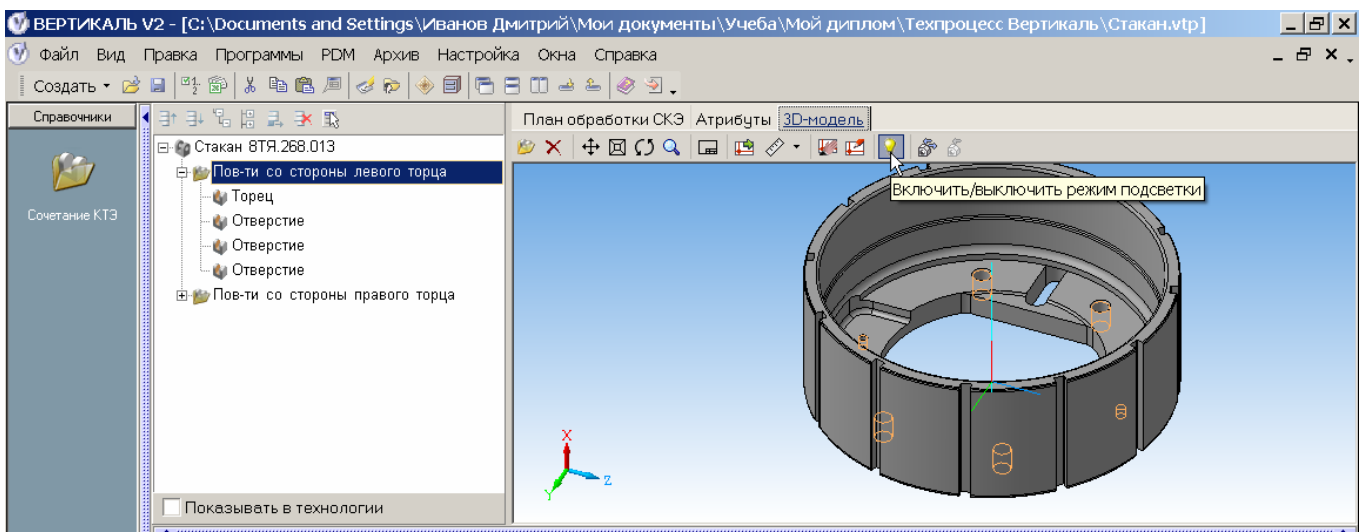

Рисунок 78 – Включение режима отображения связей
2.12.16 Для более наглядного представления о том какой элемент ТП обеспечивает обработку какой поверхности, то есть как бы проецирования техпроцесса на геометрию детали произведем настройку связей между элементами дерева КТЭ и 3D-модели. Для этого включаем режим отображения связей КТЭ и 3D-модели, нажав на кнопку «Включить/выключить режим подсветки» (рисунок 78).